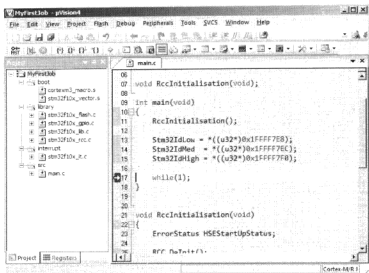

图 4.4.23 程序运行至断点处
① 首先请读者将光标停留在程序中“while(1);”一句所在行,按下 F9 设置断点,并随即按下 F5 执行全速运行。因为程序很短小,对于 72 MHz 主频的 STM32 来说,花费的时间只有几个  $\mu\text{s}$ ,因此很快可以看到程序停在了设置断点的一行,如图 4.4.23 所示。